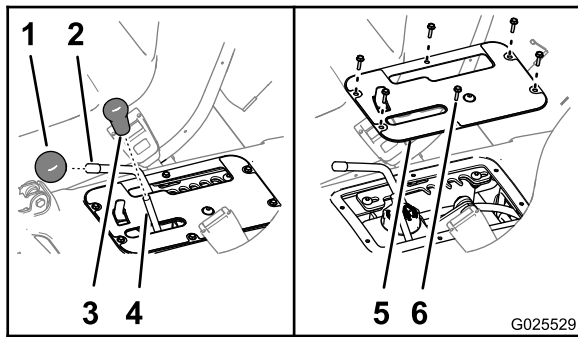

図 70
1. 油圧昇降レバーと速度レンジ切り替えレバーからノブを取り外す(図 70)。
2. コントロールカバー・プレートを座席ベースに固定している六角ワッシャねじ6本#10 x 3/4 インチを外して、カバープレートを取り外す(図 70)。
6. コントロールカバー・プレートの穴を、座席ベースの穴に合わせる(図 70)。
7. プレートをベースに固定する六角ワッシャねじ6本(図 70)ステップ 2 で外したものを使用する。
8. 油圧昇降レバーと速度レンジ切り替えレバーに、ノブを元通りに取り付ける(図 70)。
2. 油圧昇降レバーと速度レンジ切り替えレバーからノブを取り外す(図 70)。
3. コントロールカバー・プレートを座席ベースに固定している六角ワッシャねじ6本#10 x 3/4 インチを外して、カバープレートを取り外す(図 70)。
9. コントロールカバー・プレートの穴を、座席ベースの穴に合わせる 図 70。
10. プレートをベースに固定する六角ワッシャねじ6本 図 70 ステップ3で外したものを使用する。
11. 油圧昇降レバーと速度レンジ切り替えレバーに、ノブを元通りに取り付ける 図 70。